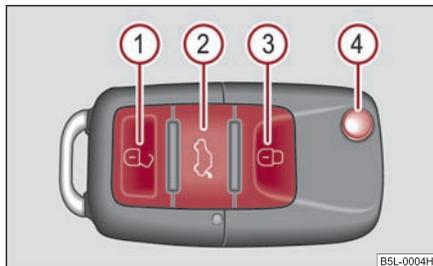

Fig. 41 Llave con radiotelemando
- Pulse la tecla **2** durante aprox. 1 segundos ⇒ fig. 41.